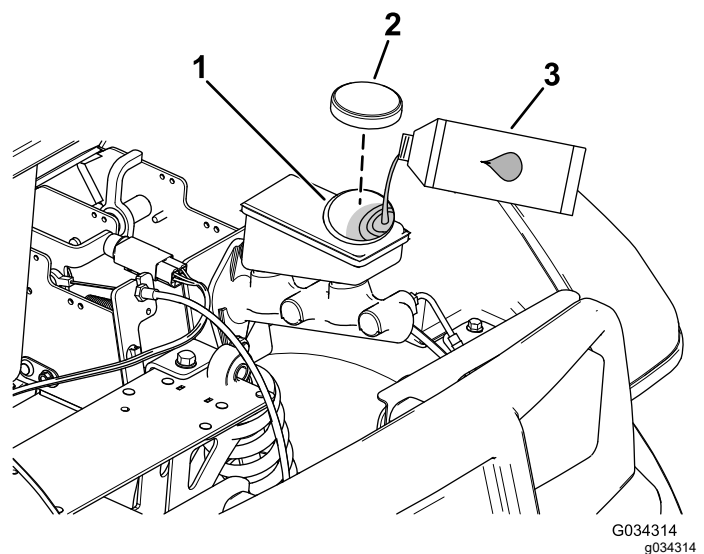

Figura 50
2. Eleve el capó para acceder al cilindro del freno principal y al depósito (Figura 50).
- A. Limpie la zona alrededor del tapón del depósito y retire el tapón (Figura 50).
- C. Coloque el tapón del depósito (Figura 50).